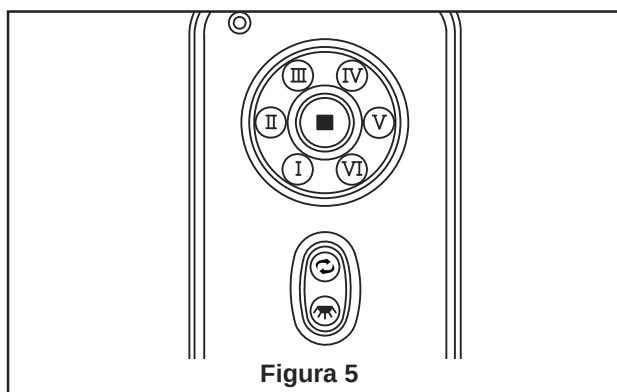

Figura 5
- ☐ **5.** Asegure el vidrio en la ensamble de kit de luz girándolo en el sentido de las agujas del reloj y sin apretar demasiado. (Figura 5)
7. Funciones del mando a distancia: (Figura 5)